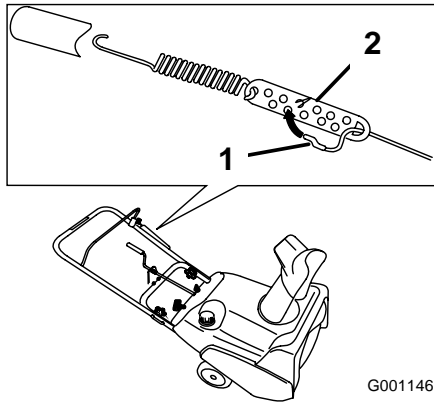

Figure 23
2. Accrochez le raccord en Z à un trou plus haut ou plus bas sur la bielle de réglage de manière à obtenir un écart de 2 à 3 mm (1/16 à 1/18 pouce) entre la barre de commande et le guidon (Figure 23).